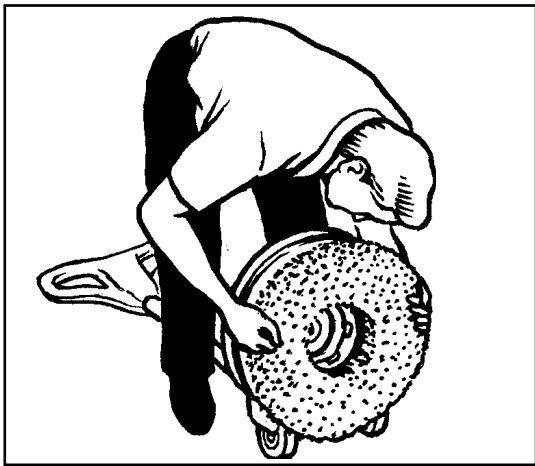

Figure 5
3. Incliner la machine vers l'arrière jusqu'à ce que le timon touche le sol. (Voir fig.5)
4. En "chevauchant" la machine (Voir fig. 5)